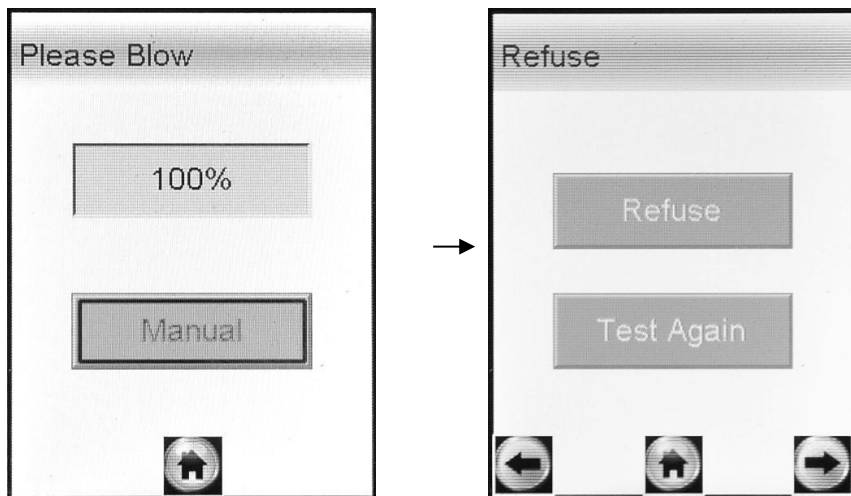

Рисунок 14 – Смена окон при отсутствии выдоха
2.7.16 Если при выполнении 2.7.6 настоящего РЭ выдох не был сделан своевременно, то окно готовности к отбору пробы **«Please Blow»** (рисунок 14, слева) через 30 секунд сменится окном **«Refuse»** (рисунок 14, справа).
2.9.1 Если выдох не был сделан своевременно, то окно готовности к отбору пробы «**Please Blow**» через 30 секунд сменится окном «**Refuse**» (рисунок 14).